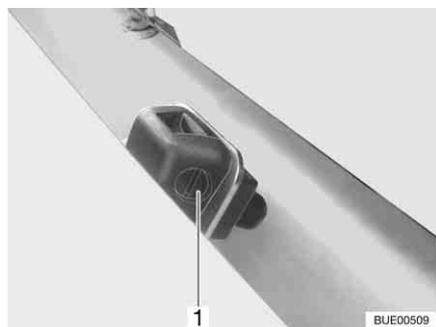

Fig. 44 Ugelli lavavetro
- Servendosi di un cacciavite appropriato, girare la vite di regolazione (Fig. 44,1) fino a raggiungere la posizione desiderata.